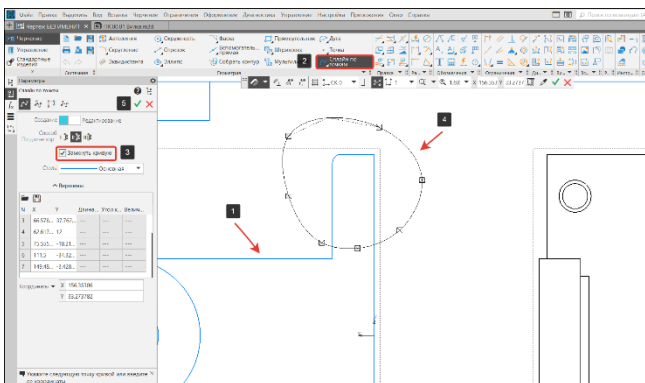

Рисунок 208 – Создание замкнутого сплайна
- Вид, над которым совершается операция, ДОЛЖЕН БЫТЬ АКТИВНЫМ (1) (Рисунок 208);
- На панели Геометрия выберем команду Сплайн по точкам (2) (Рисунок 208);
- В параметрах сплайна поставим галку «Замкнуть» кривую (3) и построим контур в месте, где будет создан местный разрез (4). Для завершения нажмем кнопку Завершить (5) (Рисунок 208);